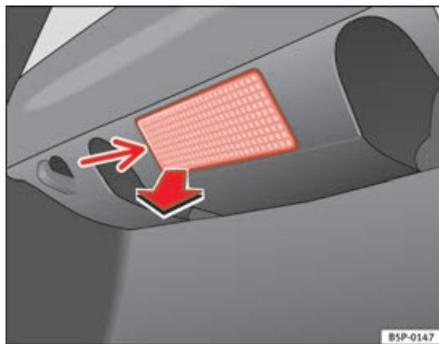

Fig. 169 Luz do porta-bagagens
- Extrair a tulipa pressionando o rebordo da parte interior da mesma -seta- com ajuda da parte plana da chave de parafusos ⇒ fig. 169.